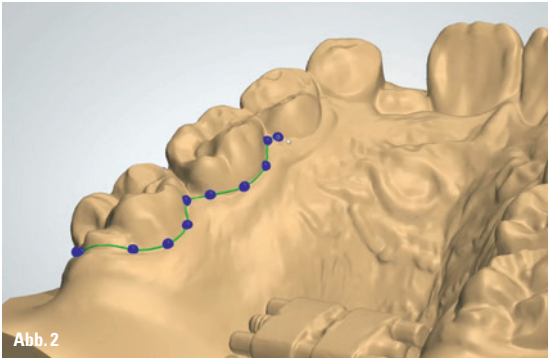
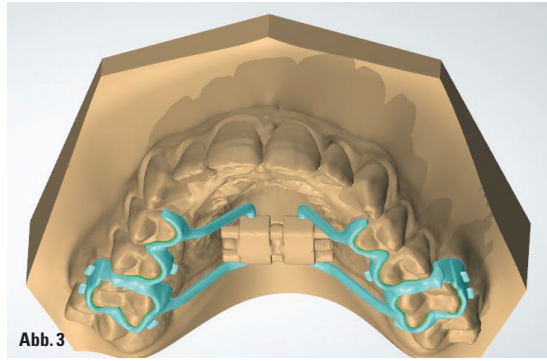
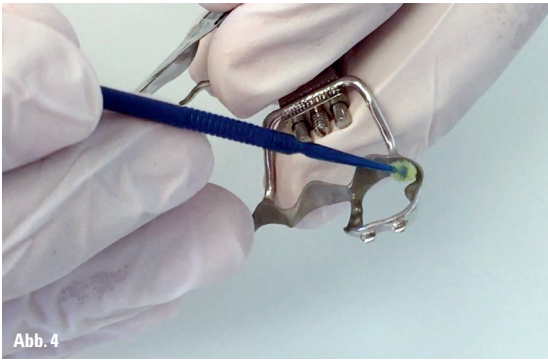
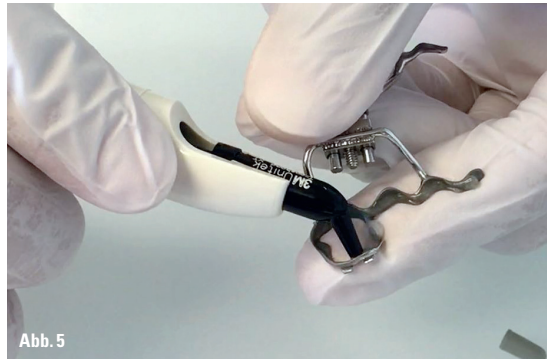

Abb. 2
Abb. 3
Abb. 4
Abb. 5
**Abb. 2:** Design der Basisstruktur mit eingefügter Dehnschraube. – **Abb. 3:** Fertig designte Hyrax mit eingefügter Dehnschraube. – **Abb. 4:** Silanisieren der sandgestrahlten Klebeflächen. – **Abb. 5:** Auftragen von Transbond XT (Fa. 3M).
Software (3Shape A/S, Kopenhagen, Dänemark) geladen. In diesem Designprogramm ist es möglich, den kompletten Zahnkranz inklusive Weichteile (sofern eingescannt) als starre Oberfläche darzustellen. Somit können nun Klebeflächen direkt durch Umrissdefinition mit der Maus auf dieser Oberfläche, den Zähnen, designt werden (Abb. 2). Anschließend errechnet der Computer die Klebefläche anhand festgelegter Parameter wie Dicke und Abstand zur starren Oberfläche. Die beiden Elemente, welche wie Molarenbänder mit Ausleger nach anterior-palatinal ausgeformt sind, werden mittels Verbinden anterior und posterior über den Gaumen verbunden. Dieser Verbinden kann als runder oder ovaler Steg in beliebiger Dicke erstellt werden. Das aktive Element, in diesem Falle eine Dehnschraube (Snap-Lock Expander, Fa. FORESTADENT, Deutschland) wird ausgespart und nach dem Druckprozess mittels Laserschweißen angefügt. Damit die Dehnschraube präzise passt, wird diese als digitale 3D-Datei in die designte Basisstruktur eingefügt, welches in der realen Welt die passende Aussparung ergibt (Abb. 3).
mittels Laserschweißen angefügt werden. Sinnvoll ist hierbei ein Sandstrahlen der Klebefläche, um eine bessere Haftung zu erreichen. Und fertig ist die Apparatur. Dem Patienten wird nach erfolgter Zahnreinigung ein Nola Dry Field System (Fa. Great Lakes Orthodontics, USA) eingesetzt, um ein optimal trockenes Umfeld für das Einsetzen der Apparatur zu schaffen. Die Zahnoberfläche wird mit Etch & Bond (Scotchbond Universal, Fa. 3M Deutschland) vorbereitet, genauso wie beim Applizieren einer Bracket-Zahnspange. Anschließend ist die sandgestrahlte Klebefläche zu silanisieren (Scotchbond Universal, Fa. 3M) (Abb. 4) und mit Transbond XT (Fa. 3M) zu bestreichen (Abb. 5).